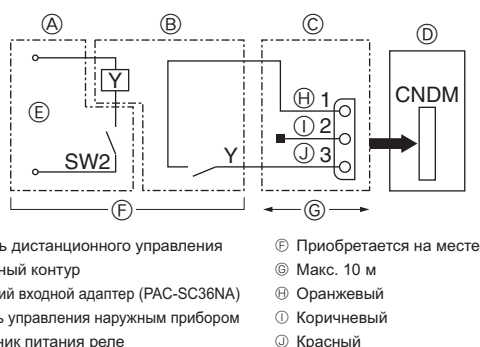

Fig. 9-2
① При использовании внешнего входного адаптера (PAC-SC36NA) (поставляется отдельно) дополните электросхему как показано ниже.
9.2. Функция по запросу (модификация на месте) (Fig. 9-2)